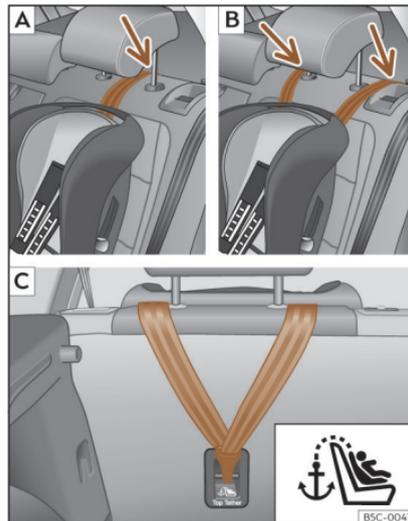
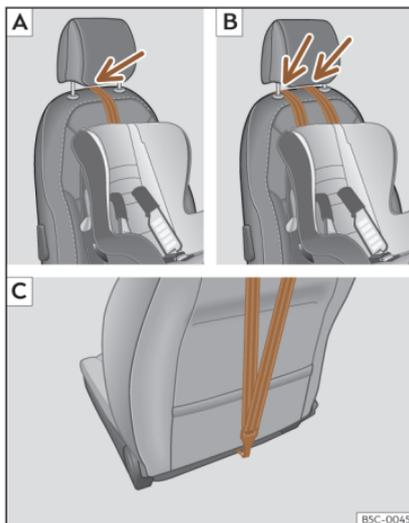

Fig. 29 Sedili posteriori: regolazione e montaggio in base alla cintura Top Tether. »
Fig. 30 Sedile del passeggero anteriore: regolazione e montaggio in base alla cintura Top Tether.
- Posizionare la cinghia sotto il poggiatesta >>> **fig. 29 [A] o [B]**, >>> **fig. 30 [A] o [B]** (in base alle istruzioni del seggiolino, se necessario alzare o rimuovere il poggiatesta).
- Far scorrere la cinghia e fissarla correttamente al punto di aggancio della parte posteriore dello schienale >>> **fig. 29 [C]**, >>> **fig. 30 [C]**.